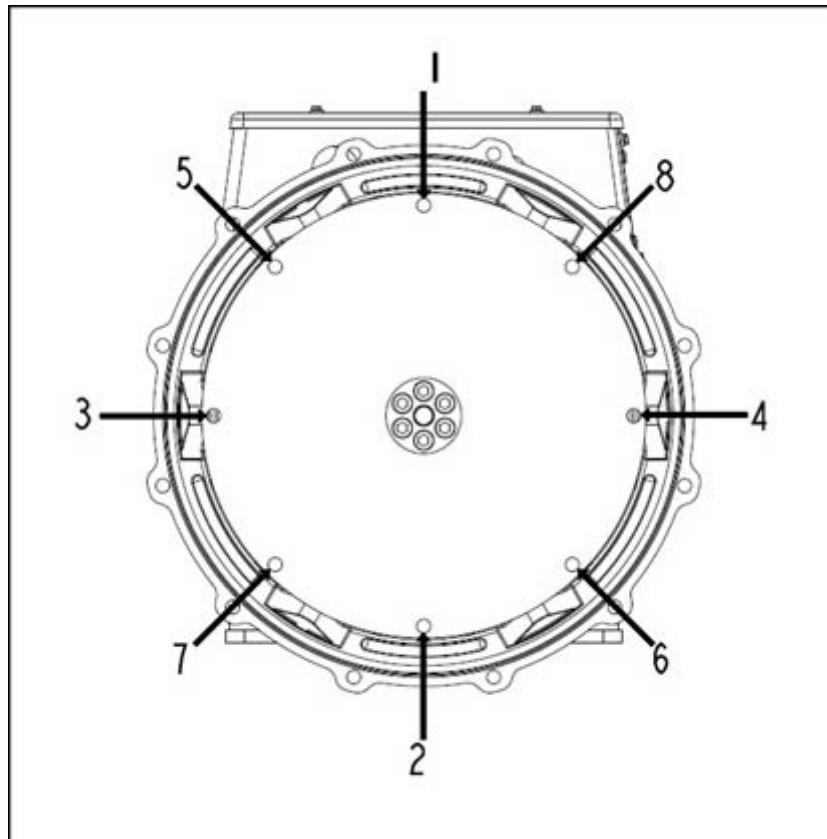

FIGURA 22. SECUENCIA DE FIJACIÓN AL VOLANTE
10. Apriete los pernos para fijar el disco de acoplamiento al volante, en la secuencia que se muestra en Figura 22 en la página 40.